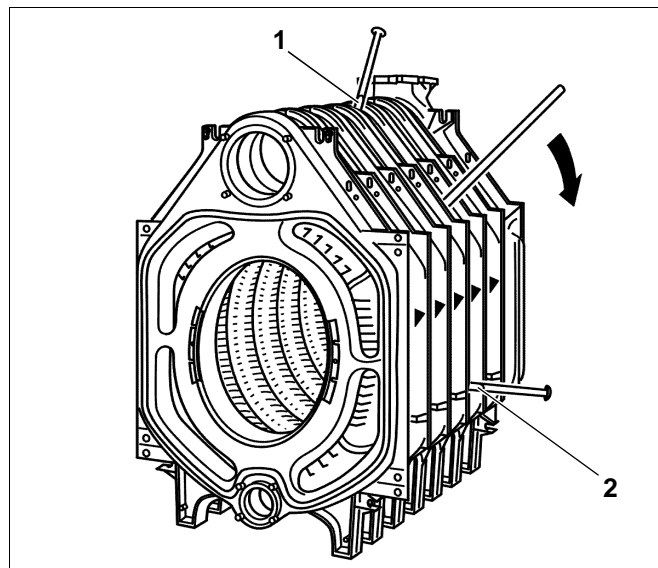

Fig. 24 Dividere il blocco della caldaia
- Separare la caldaia al punto di perdita, conficcando (battendo dentro) cunei piatti o scalpelli nelle posizioni previste (fig. 24, **pos. 1 e 2**), sopra e sotto fra gli elementi.